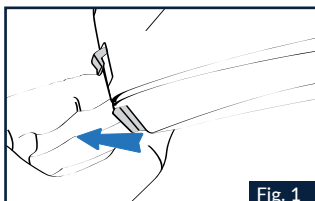

Fig. 1
1.1 Empuje hacia el exterior la palanca roja de desbloqueo haciéndola girar con el pulgar (Fig. 1).